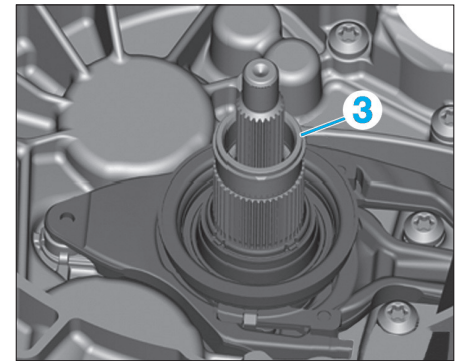

Fig. 6
- Reposer le circlip de l'arbre primaire extérieur (3) (Fig.6).